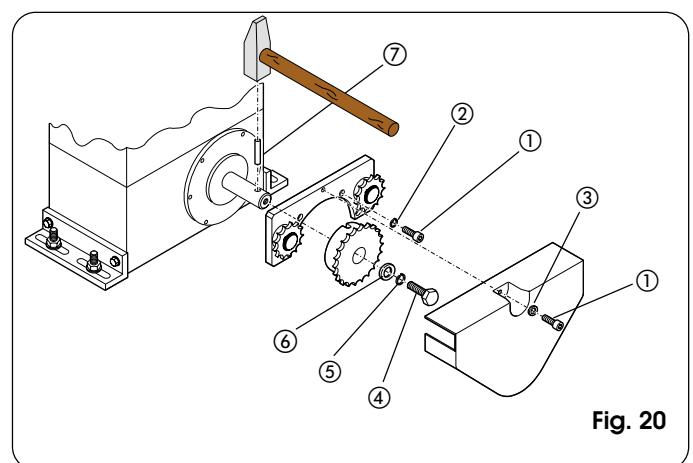
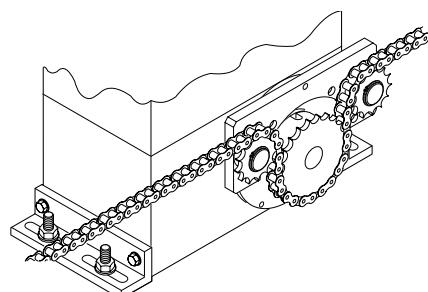

Fig. 20
Fig. 21
- 2) Plaats de beugel van de tussenoverbrengingen op de flens van de motorvertraging met behulp van de vier schroeven a (M5 x 12) en de bijbehorende ringen b uit de set, zoals aangegeven op fig. 20.
- 4) Voer de ketting door zoals aangegeven op fig. 21 en monteer de afdekking met de schroef a en de ring c van fig. 20.